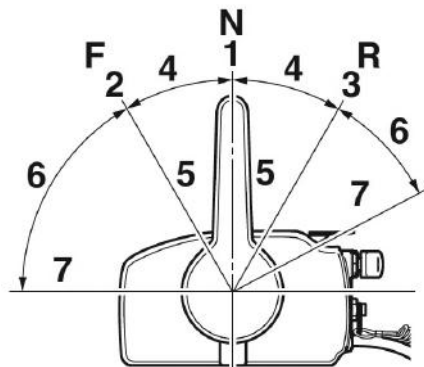

Рис. 26 Положения рычага управления (вид слева)
Положения рычага управления представлены на Рис. 26.
5. Установите рычаг управления в нейтральное положение «N» (Рис. 26).